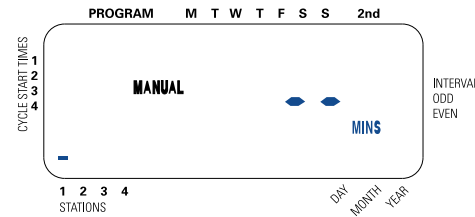

Figura 11: Azionamento manuale delle singole stazioni
- Premere il tasto **MANUAL (MANUALE)**. Quindi premere **NEXT (AVANTI)** tre volte. Il display visualizzerà un cursore lampeggiante sulla stazione 1, e - - MINS (MINUTI). [Vedi Figura 11]